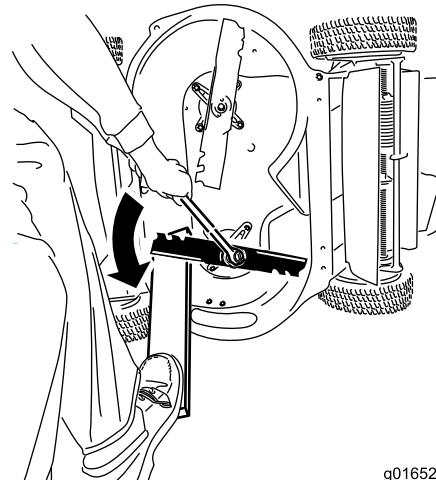

Рисунок 43
- Используйте деревянную подкладку для неподвижного удерживания каждого ножа и поверните болт крепления ножа против часовой стрелки, как показано на Рисунок 43.